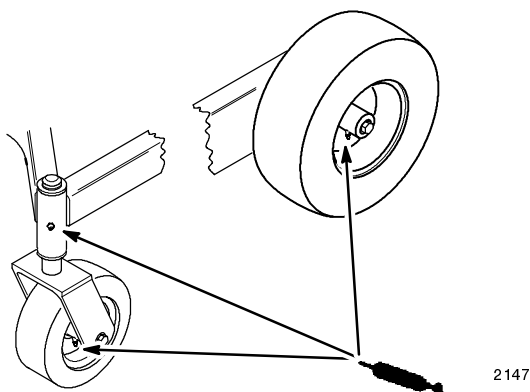

Figure 25
1. Lubrifier les roulements des roues et les pivots des roues avant jusqu'à ce que la graisse commence à suinter hors des roulements (Fig. 25).